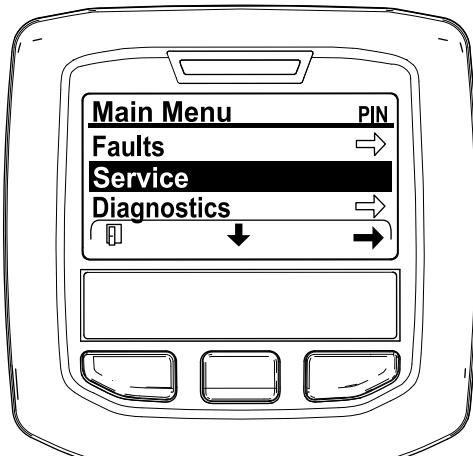

Bild 30
2. Navigieren Sie auf das HAUPTMENÜ, drücken Sie die mittlere Taste, um auf das Menü SERVICE zu navigieren; drücken Sie die rechte Taste, um die Option SERVICE auszuwählen (Bild 30).